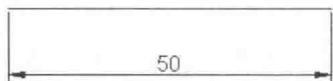

图 1-2 利用绝对直角坐标绘制的直线
step 01 选择【绘图】|【直线】菜单命令，输入绝对直角坐标(50,80)定位第一点，输入(100,80)定位第二点，绘制的直线如图 1-2 所示。